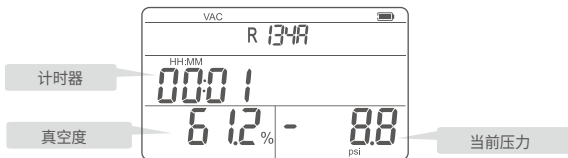

图4 真空测试界面
5.界面(图4)显示系统当前压力值、系统真空度以及进入此界面的时间计时。